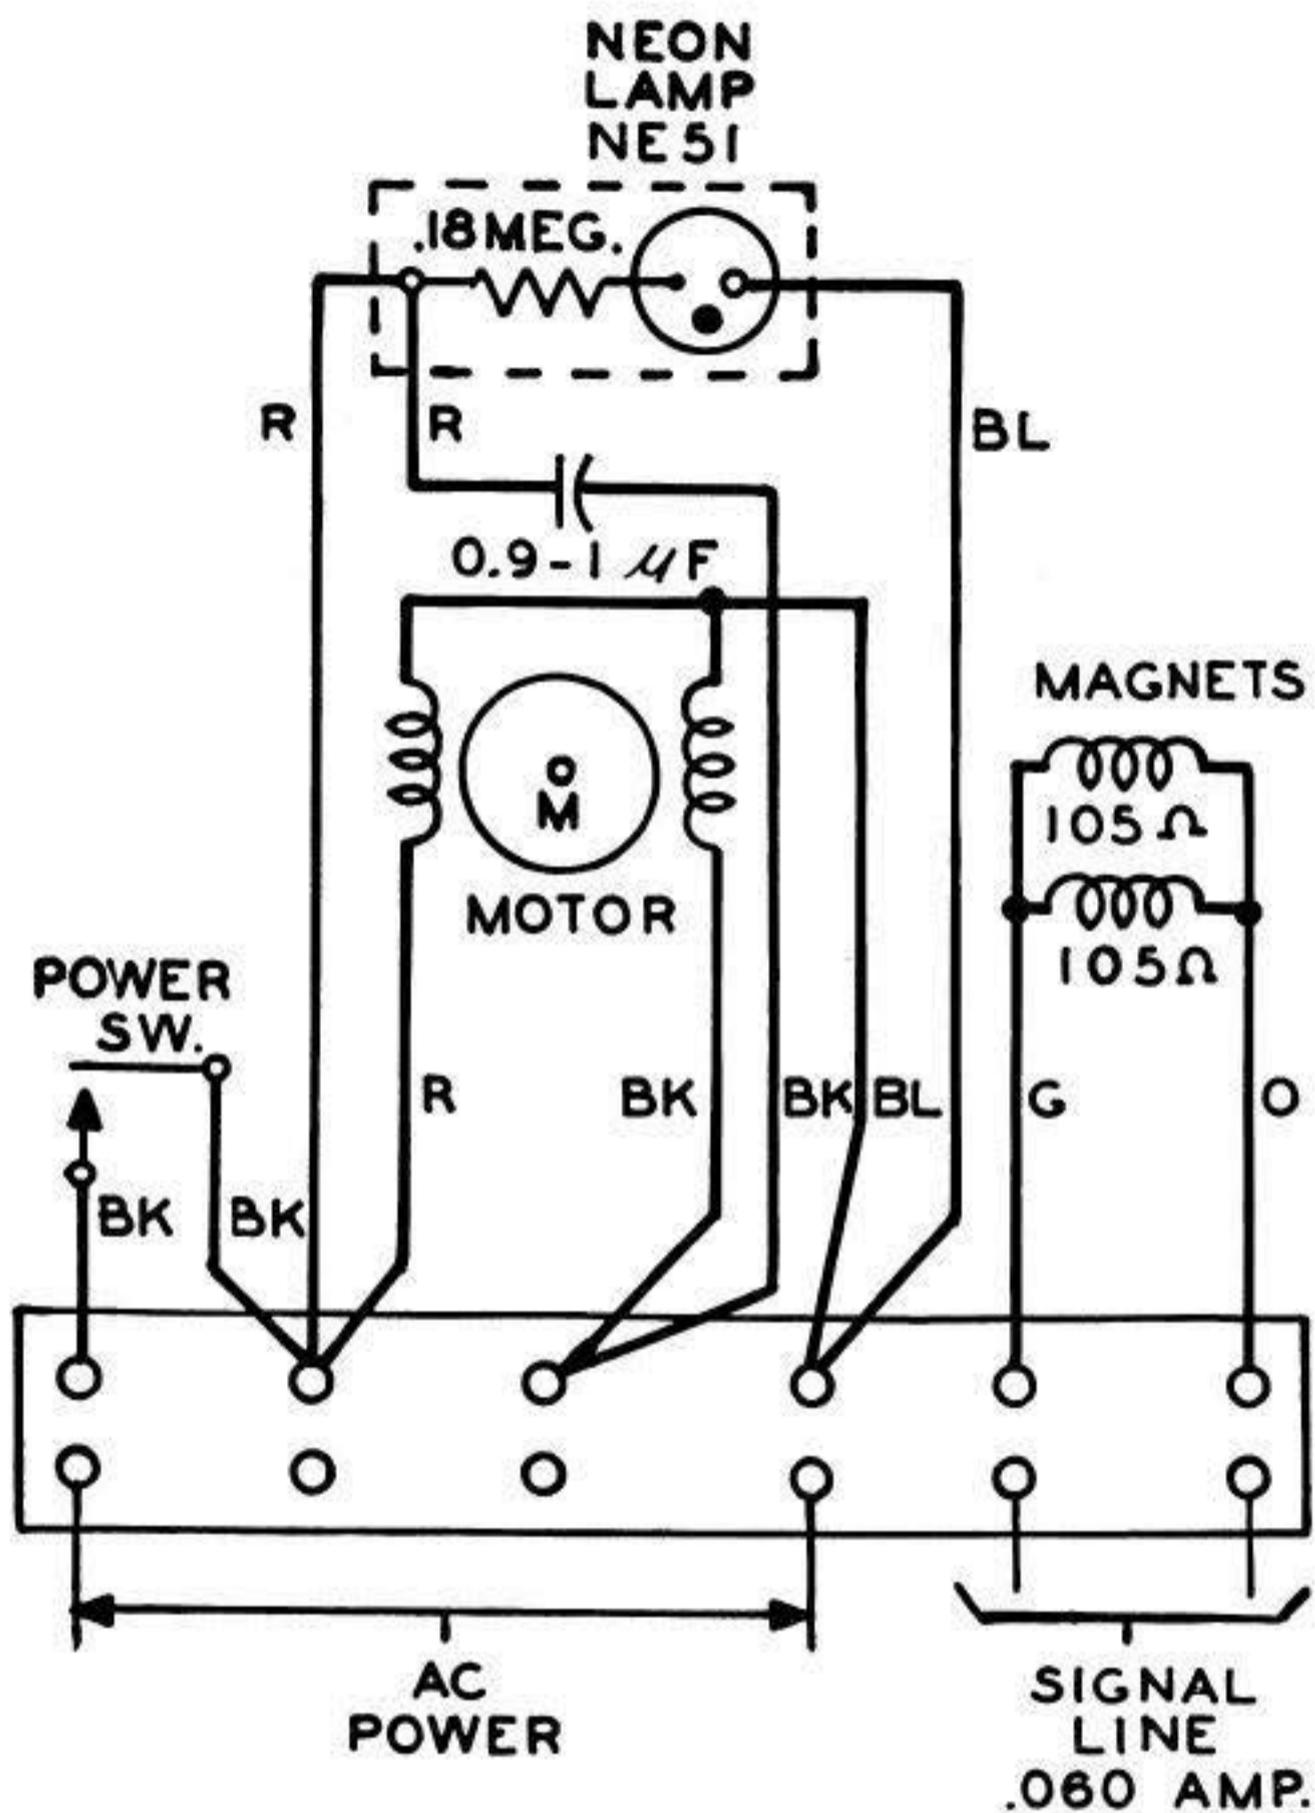

Fig. 1
2.06 Fig. 1 shows the wiring diagram. **Fig. 1**